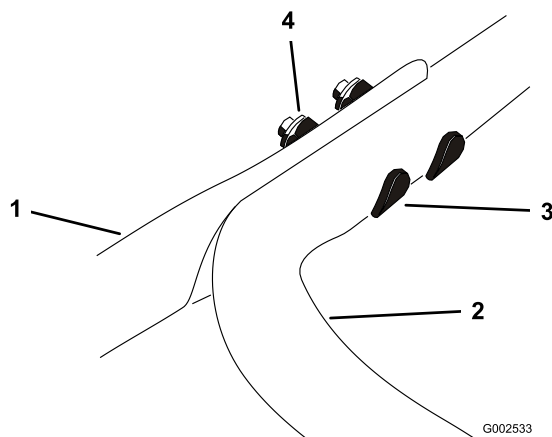

Figura 4
2. Montate la sezione superiore della stegola nella sezione inferiore e fissatela con 4 bulloni a testa ovale, 4 rondelle e 4 dadi di bloccaggio (Figura 4).